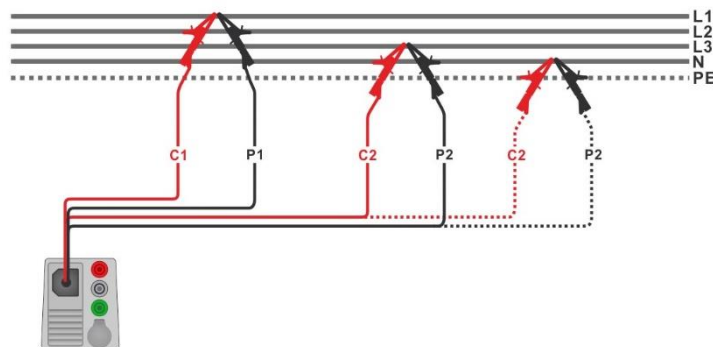

Figura 7.56: Medición de impedancia de línea de 4W de fase-fase o fase-neutro
- › Conecte las puntas de prueba de 4 hilos al objeto a prueba (vea la **Figura 7.56**).